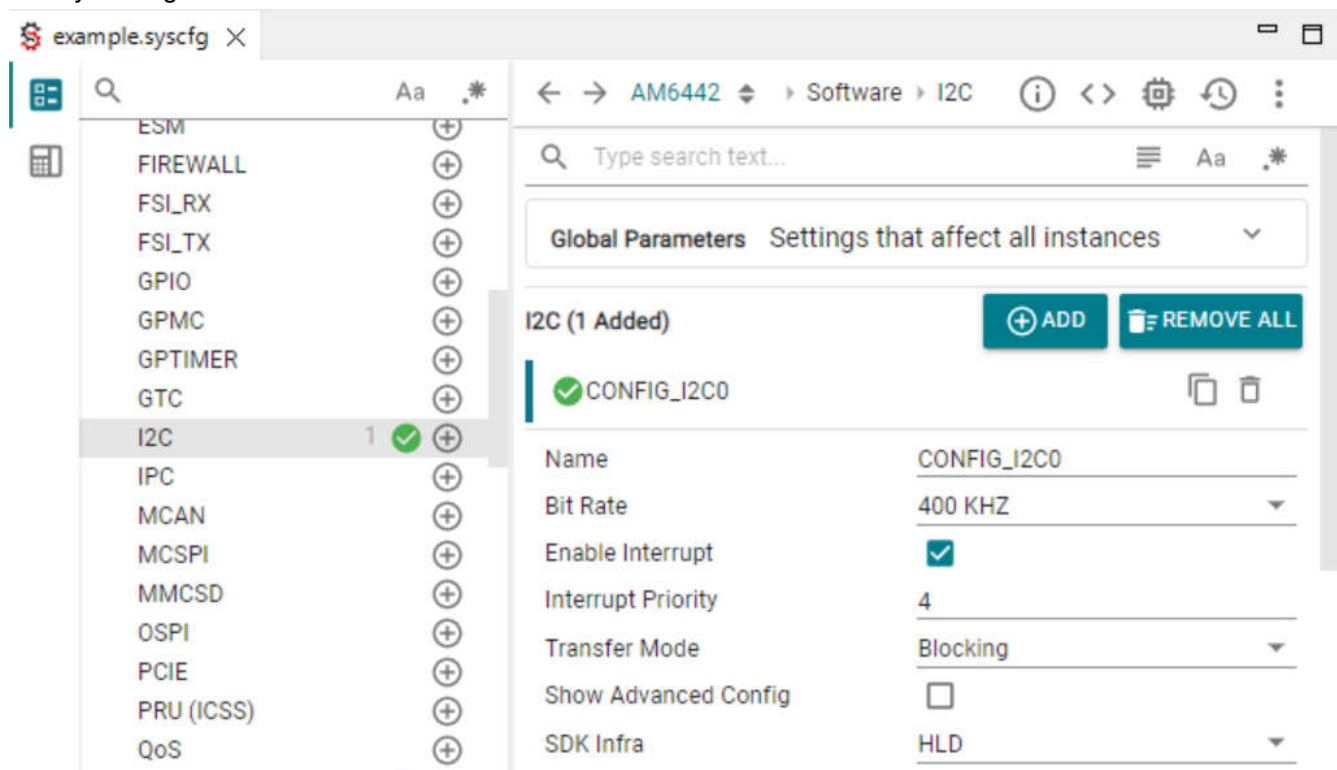

図 3-3. SysConfig CCS GUI ビュー
4. SysConfig GUI は CCS 内で起動する必要があります。表示例を図 3-3 に示します。